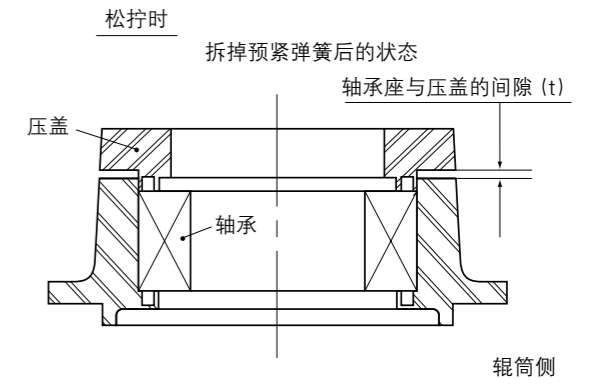

图 3.36
- (1) 在组装之前, 先勿装预紧弹簧, 按 3.4.1 节 (1) ~ (7) 的同样步骤进行。
- (2) 安装压盖先用紧固螺栓轻拧一下。
- (3) 在压盖紧固螺栓附近 4 点 (大约等分位置) 测量轴承座与压盖的游隙, 取平均值 (t) (见图 3.36)。